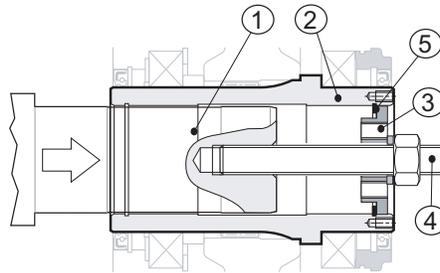

Fig. 12
Quindi inserire nelle loro sede prima il seeger per interni (pos. 5), poi il fondello (pos. 3), a questo punto avvitando il dado della barra filettata si portano i due alberi a battuta tra di loro (vedi Fig. 12 (pag. 25)).